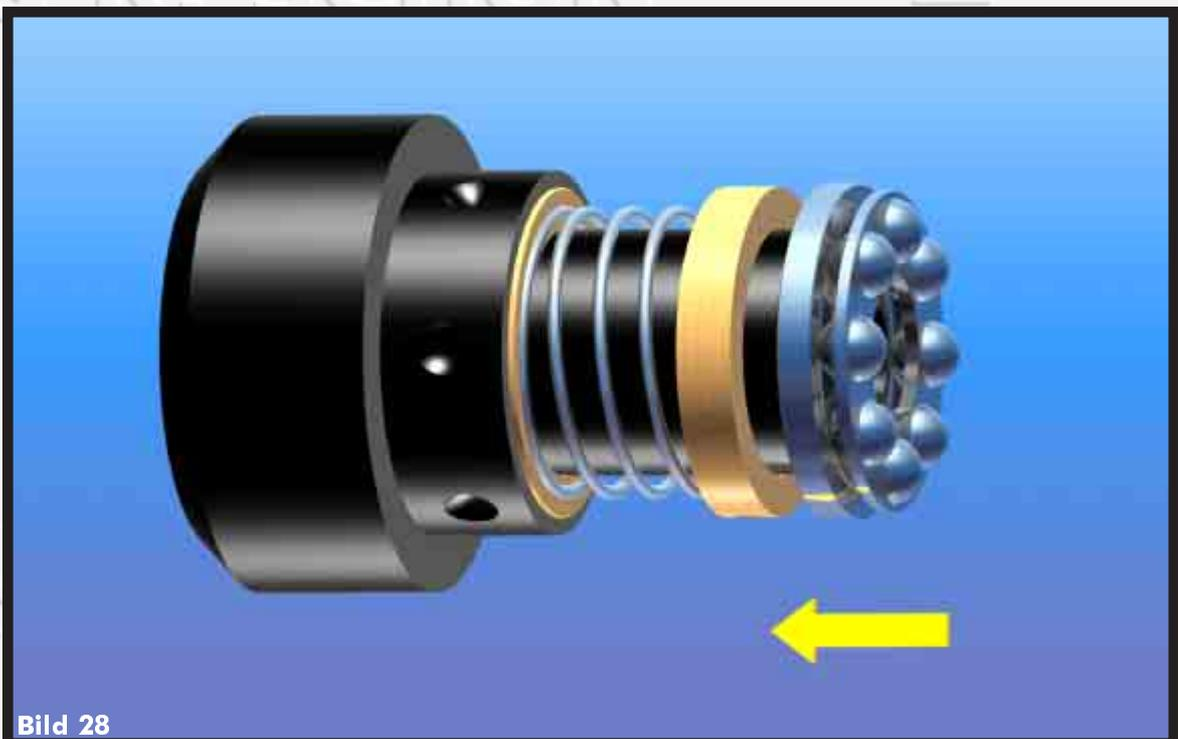

Bild 28
- > **Setzen Sie die Axiallagerschale und den Lagerring auf den Bund des Käfigs (Bild 28).**